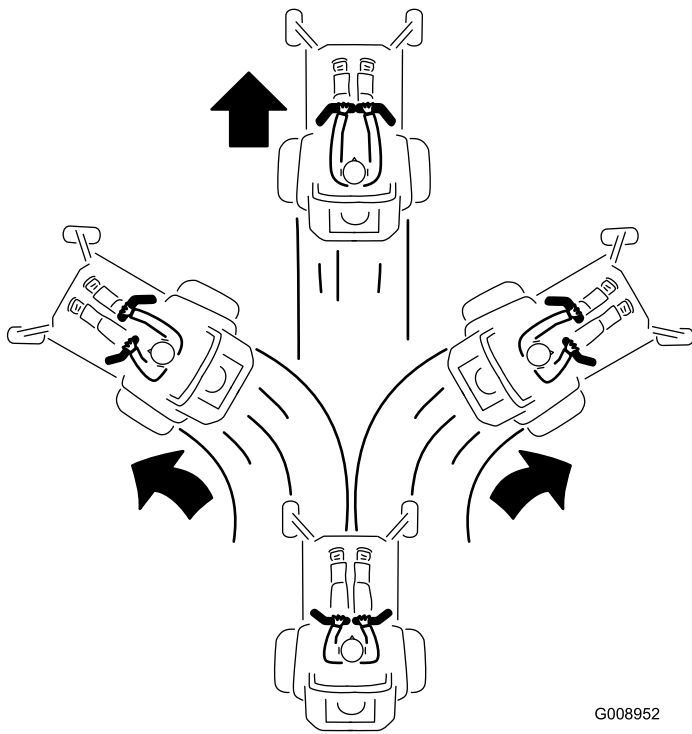

Figura 23
3. Per fare marcia avanti spingete lentamente in avanti le leve di comando del movimento (Figura 23).